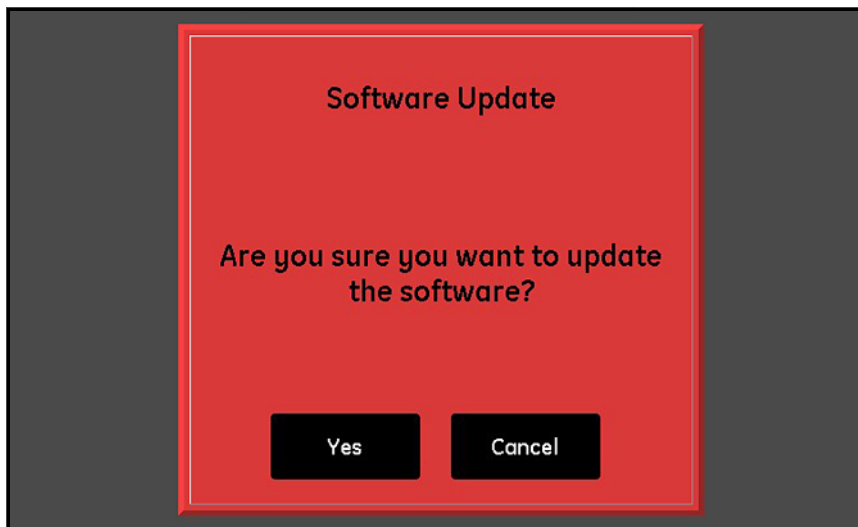

Figure 42: Écran de confirmation de la mise à jour du logiciel
2. Touchez **Oui** sur un écran semblable à celui illustré à la *Figure 42* ci-dessous pour confirmer votre choix, ou touchez **Annuler** pour abandonner la mise à jour.